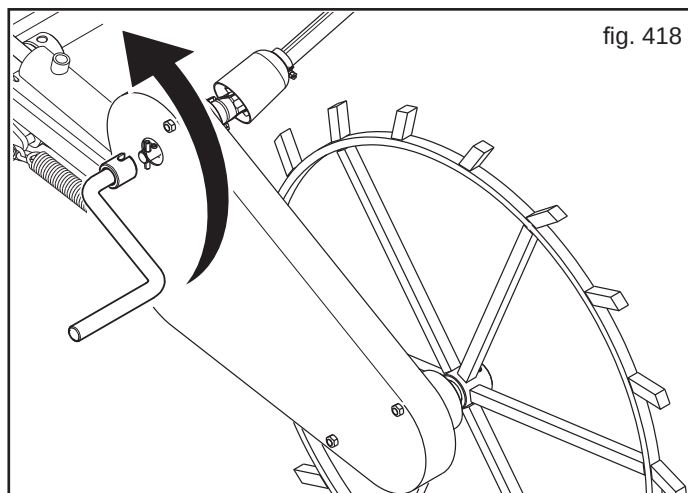

fig. 418
- 6) Zur eigentlichen Abdrehrprobe die Abdrehkurbel am Antriebskasten aufstecken und die gewünschte Anzahl Kurbelumdrehungen gegen den Uhrzeigersinn (Abb. 418) ausführen. Die Umdrehungen entsprechen 1/40ha.